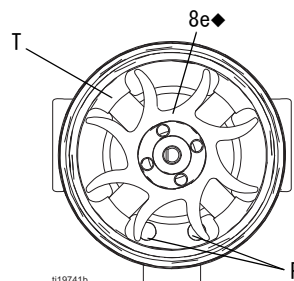

図 39. ファンの向き
3. 3 線コネクタ (PC) の外側端子間の抵抗を測定します。2.0 ~ 6.0 オームになるはずです。その範囲外である場合、タービンコイル (8a) を交換します。
5. 必要に応じて、ファン (8e) を回して、その羽根がハウジング (8d) の 4 つの軸受タブ (T) に当たらないようにします。図 39 を参照してください。
7. ファンの端が上向き状態で、コイルアセンブリ (8a) を作業台で保持します。マイナスドライバを使用して、ファン (8e) をシャフト (S) から引き離します。
10. 新しい下の軸受 (8b1) をシャフト (S) の長い側に取り付けます。ベアリングのより平たい側は、マグネット (M) の反対側に向ける必要があります。ベアリングブレードがコイル (8a) の表面に対して平坦になるように、コイルに取り付けます。
12. ファンの端が上向きの状態で、コイルアセンブリ (8a) を作業台で保持します。ファン (8e) をシャフト (S) の長い側に押し付けます。ファンの羽根の向きは、図 39 に示すとおりになっている必要があります。
13. コイルのピンをハウジングのスロットに揃えた状態で、コイルアセンブリ (8a) を注意しながらハウジング (8d) の前面に押し付けます。3 線のコネクタ (PC) は、ハウジングのタブの広い側のノッチに合わせる必要があります。
14. ファン (8e) を回して、その羽根がハウジングの後部にある 4 つの軸受タブ (T) に当たらないようにします。下の軸受 (8b1) のブレードがタブの位置に合っていることを確認してください。